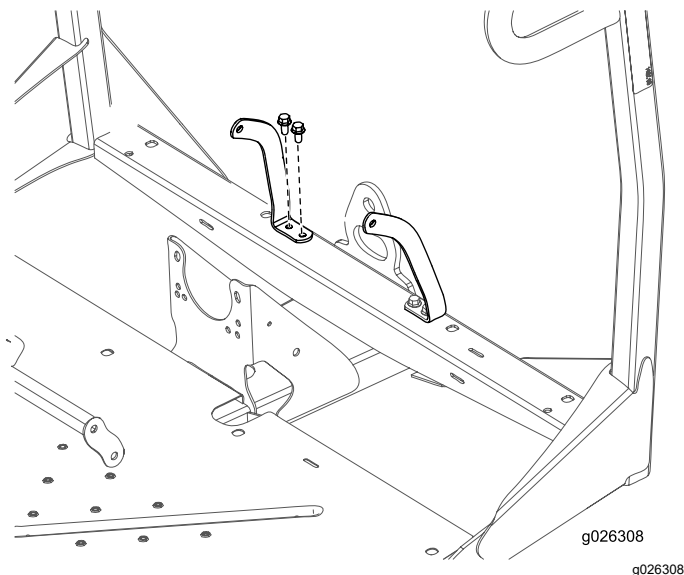

Figure 9
5. Fixez l'ancrage des ceintures de sécurité droite et gauche au cadre avant à l'aide de 4 boulons ($\frac{3}{8}$ x $\frac{3}{4}$ po) et 4 écrous ($\frac{3}{8}$ po), comme montré à la Figure 9.